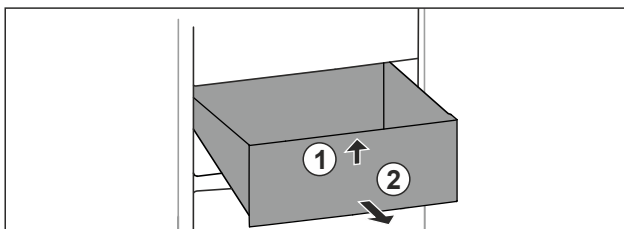

Fig. 105
- Sollevare il cassetto dal davanti. Fig. 105 (1)
- Rimuovere il cassetto tirandolo in avanti. Fig. 105 (2)